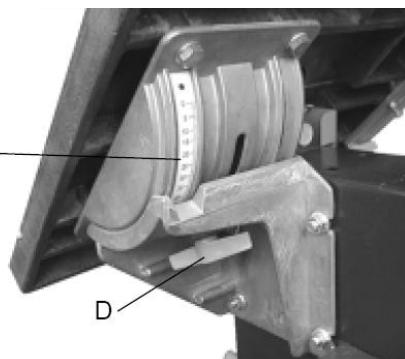

Рис. 16
- Ослабьте барабашковую гайку (D) (Рис. 16) на опоре механизма наклона стола, затем установите стол под нужным углом в соответствии со шкалой (E) (Рис. 16).